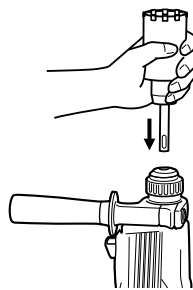

Fig. 18
- (2) Monter la queue de couronne sur le marteau rotatif à percussion. (Fig. 18)
- (3) Introduire la goupille central dans la plaque de guidage jusqu'à ce qu'il arrête.